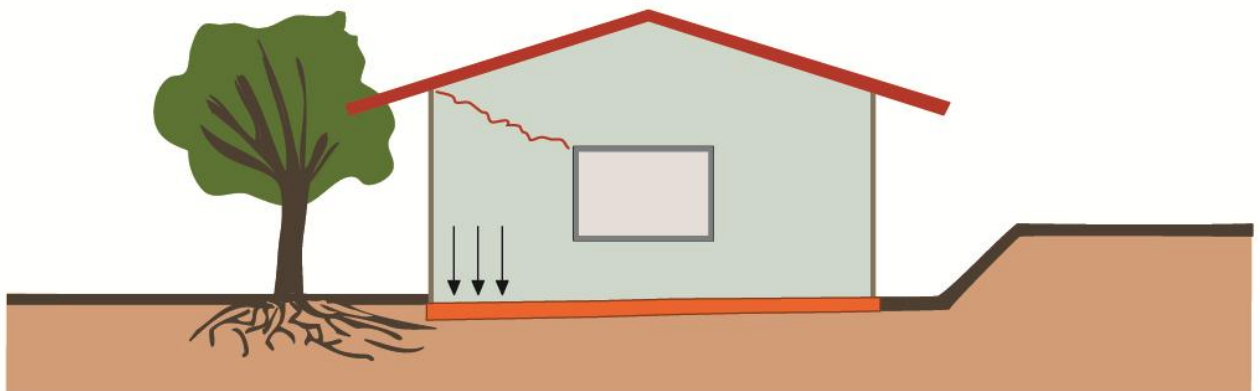

Figura 37: Recalque por solapamento de base de fundação
- 3) **Infiltrações**: a presença de água altera não somente a umidade na base da fundação, mas pode também carregar materiais do subsolo, levando ao **solapamento** da fundação (Figura 37). **Vegetação**, problemas de **drenagem pluvial** na superfície e **rompimento de tubulações** estão entre as principais causas.